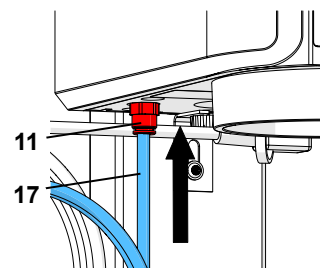

図. 5-a
従来の装置では、入力フィルター (12) が装置の外部に配置されています (図5-B)。この場合には、エアースホース (17) を入力フィルター (12) に差し込みます。その際、軽く抵抗を感じます。